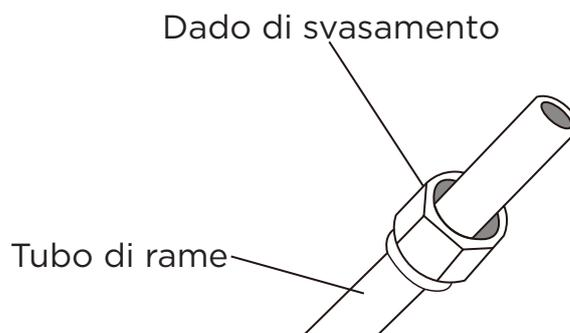

Fig. 5.3
3. Posizionare i dadi svasati su entrambe le estremità del tubo. Assicurarsi che siano rivolti nella giusta direzione, perché non è possibile riposizionarli dopo lo svasamento. Vedi Fig. 5.3.